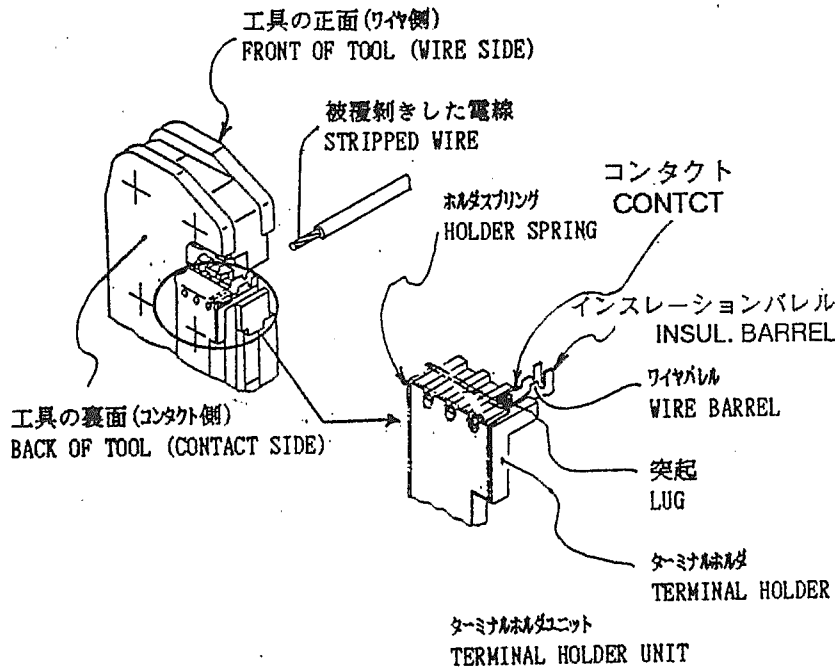
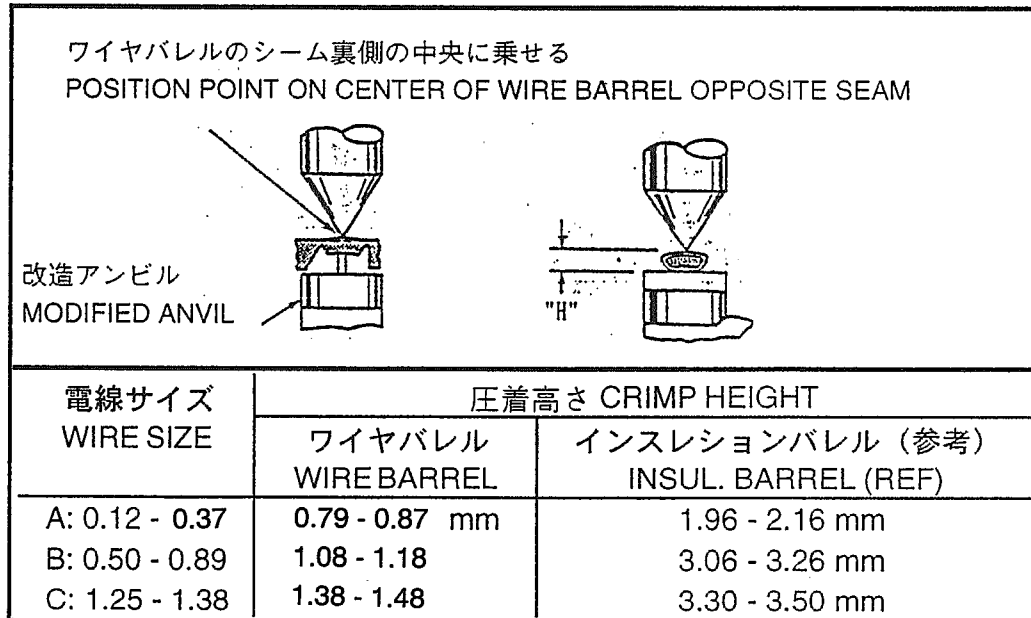

Fig. 2
Fig.5
**2. 工具概説 (Fig.2 参照)**
**2. DESCRIPTION (See Fig. 2)**
- (1) Close tool handles until ratchet releases and then allow them to open freely. If they do not open quickly and fully, the spring is defective and must be replaced.
- (2) Inspect crimping area for worn, cracked, or broken dies. If you checked the crimp height by the gage, these damages can affect the characteristics of crimping worse. Refer to Fig.5 which is shown about examples of damages
この検査を行うためにはFig.5のような検査部のマイクロメータを準備しなければなりません。クリンプマイクロメータとして市販されていますのでお客様にてご購入の上使用して下さい。
- (1) Fig.2を参照して、適切な端子と圧着部の適用電線の最大のものを選んで下さい。
- (2) 3項の「圧着手順」を参照して端子を電線に圧着して下さい。
- (3) マイクロメータでFig.5に従い、圧着高さを測定して下さい。測定値の範囲であれば工具の圧着高さは正しいと考えられます。もし、測定値が表を満足しない場合は、工具を当社に返送し、評価、修理を受けて下さい。第5章の「修理及び部品交換」を参照して下さい。マイクロメータの使用方法について、当社取扱説明書「408-7424」に詳細が載っています。
This inspection required the use of a modified crimp height comparator with a modified anvil as shown in Fig.5.
- (1) Refer to Fig.2. and select a contact and a wire (maximum size) for each crimp section listed in the chart.
- (2) Refer to Section 3, CRIMPING PROCEDURE, and crimp contact accordingly.
- (3) Using a crimp height comparator, measure the wire barrel crimp height as shown in Fig. 5. If the crimp height conforms to that height, the tool is considered dimensionally correct. If not, the tool must be returned to AMP for evaluation and repair. See Section 5, REPLACEMENT AND REPAIR.